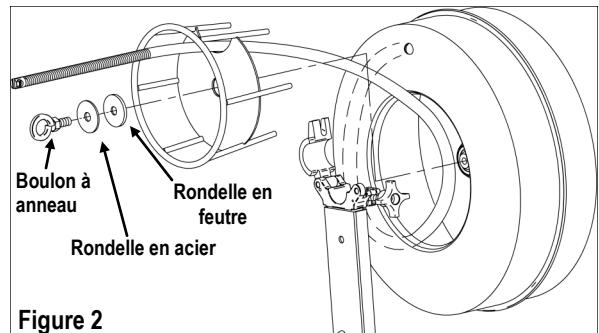

Figure 2
2. Glissez le dévidoir et sa cage intérieure sur l'axe du dévidoir (voir la figure 2).